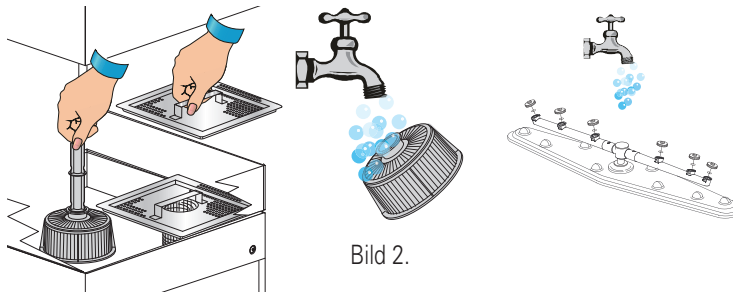

Bild 2.
- Avlägsna pumpens filter och rengör det med en borste under rinnande vatten, se bild 2.